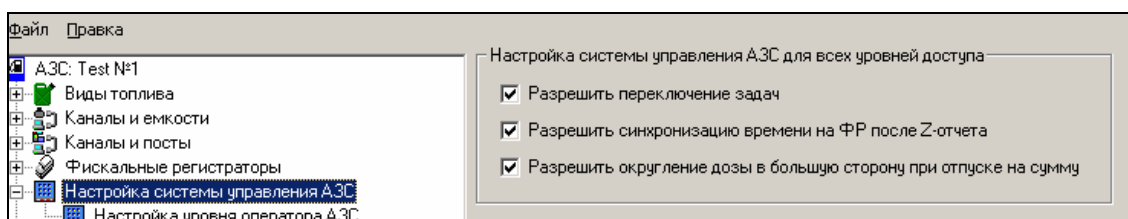

Рисунок 18
Для настройки системы управления АЗС GasKit v.7.1 необходимо выбрать узел дерева объектов *“Настройка системы управления АЗС”* (рисунок 18). Настройка системы управления позволяет разрешить или запретить оператору выполнять те или иные действия при работе в системе управления АЗС GasKit v.7.1. Настройки разделяются на две группы:
- Общие для всех уровней доступа (рисунок 18).